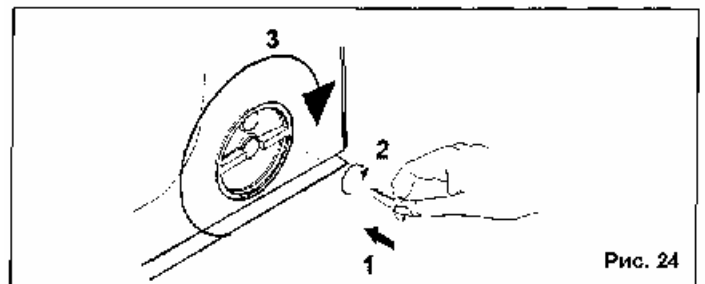

Рис. 24
При пропадании напряжения сети или регламентных работах разблокируйте привод рис.24:
- Поверните ключ в цилиндре по часовой стрелке рис. 24;